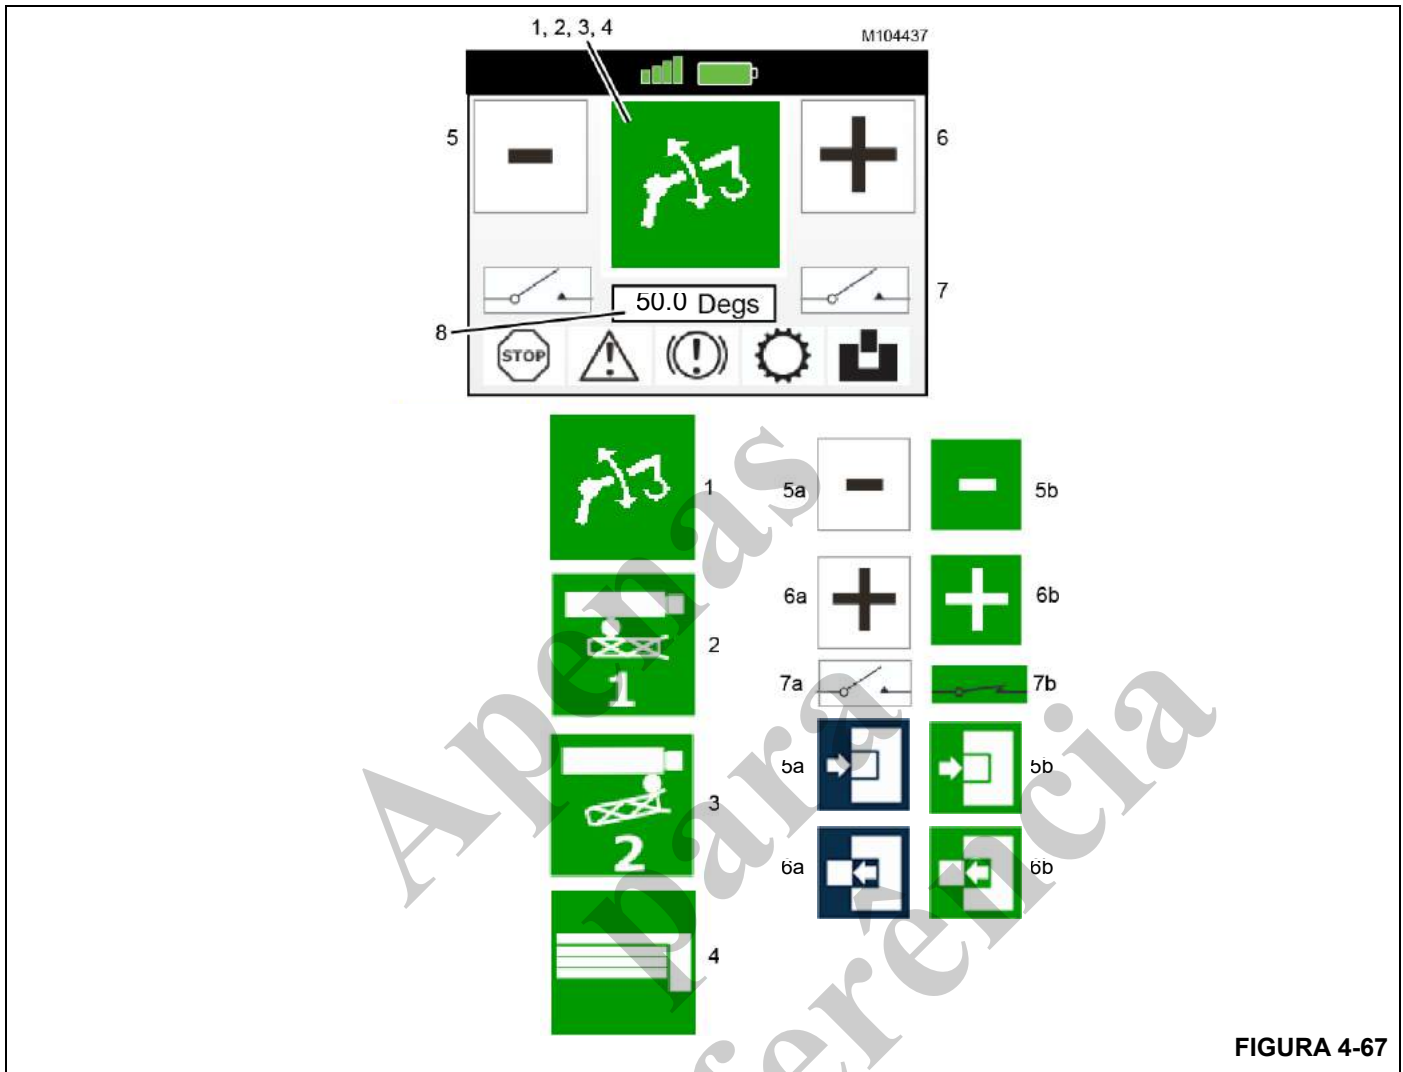

FIGURA 4-67
Consulte a Figura 4-67.
1. Pressione o botão de opção **OPT** na unidade de controle remoto quantas vezes forem necessárias para acessar a tela do atuador de retração da extensão da lança traseira (2). Consulte a Figura 4-67.
4. Repita as etapas acima para a tela do atuador de retração da extensão da lança dianteira (3).